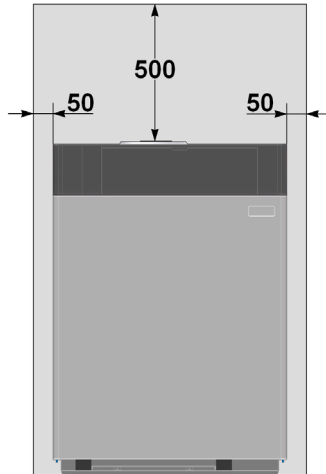

Fig. 6.1
- Per consentire le operazioni di manutenzione è indispensabile lasciare intorno all'apparecchio le distanze minime riportate in fig. 6.1.
- Leave the minimum clearance as shown in fig. 6.1 for servicing the boiler.
- Para permitir las operaciones de mantenimiento es imprescindible dejar alrededor del equipo las distancias mínimas indicadas en la fig. 6.1.